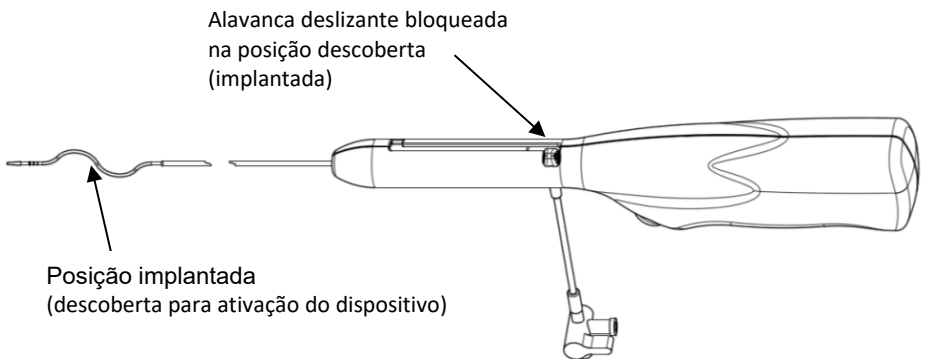

Figura 4
12. Faça avançar a ponta flexível até ao ponto mais distal do coágulo. Desbloqueie e faça recuar totalmente a alavanca deslizante para descobrir o fio sinusoidal e rode a alavanca até ouvir um "clique" (consulte a Figura 4). Confirme o posicionamento do dispositivo no interior do local de tratamento através de fluoroscopia. Prima o interruptor ligar/desligar para ativar a rotação.
11. No caso de um enxerto, faça avançar a ponta flexível até à anastomose venosa. **Aviso: não faça avançar a ponta para lá da anastomose. Numa fístula, faça avançar a ponta flexível até ao ponto mais central do coágulo.** Desbloqueie e faça recuar totalmente a alavanca deslizante para descobrir o fio sinusoidal e rode a alavanca até ouvir um "clique" (consulte a Figura 4). Confirme o posicionamento do dispositivo no interior da fístula ou do enxerto através de fluoroscopia. Prima o interruptor ligar/desligar para ativar a rotação.